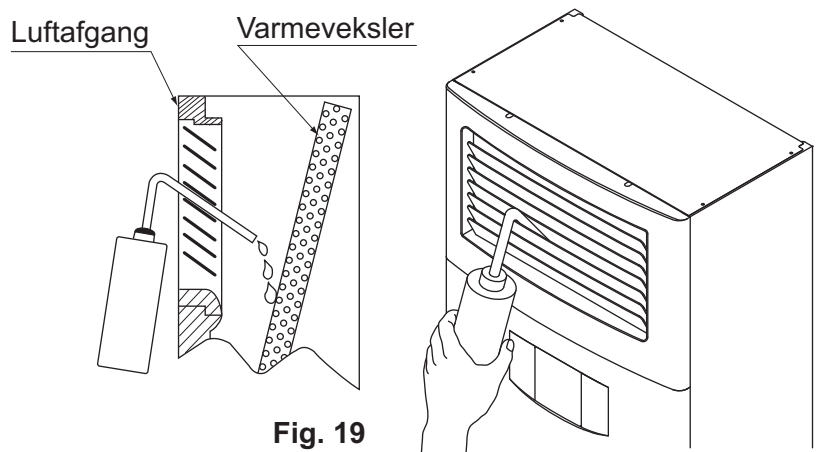

Fig. 19
- Hæld forsigtigt 1 liter vand gennem luftafgangen, så det falder direkte ned på varmeveksleren i en vinkel, hvor det ikke sprøjter. (Se fig. 19)